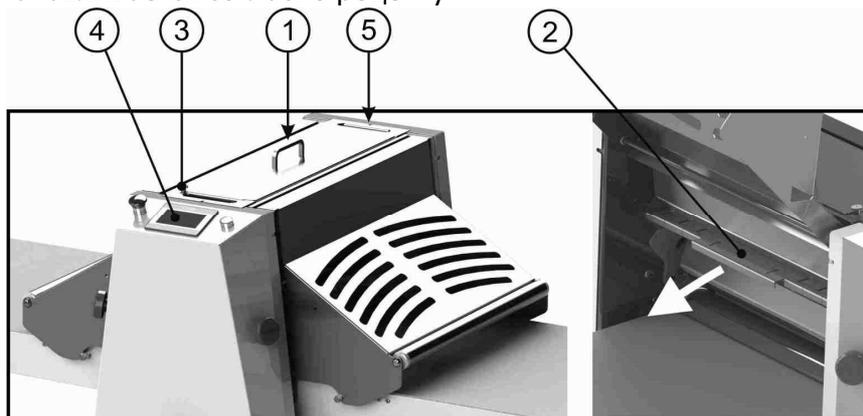

Рисунок 13
это устройство является стандартным для модели R65AX, тогда как для других моделей оно является дополнительным и его необходимо запрашивать во время покупки оборудования. Использовать посыпочное устройство необходимо согласно изложенным ниже инструкциям (смотреть Рисунок 13):
- Регулируйте количество муки для посыпания посредством ручки из. 3 Рисунок 13. Переместите его направо для увеличения количества и влево для уменьшения, используя соответствующие отметки.